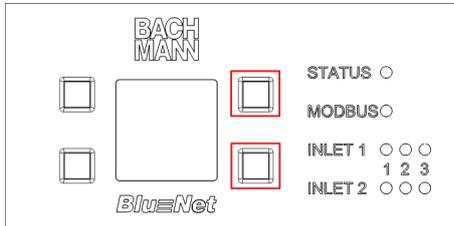

Fig. 83: Pantalla con botones de mando
**1.** Mantenga pulsados los dos botones situados a la derecha de la pantalla (Fig. 83/marcados en rojo).
**4.** Suelte los dos botones situados a la derecha junto a la pantalla (Fig. 83/marcados en rojo).